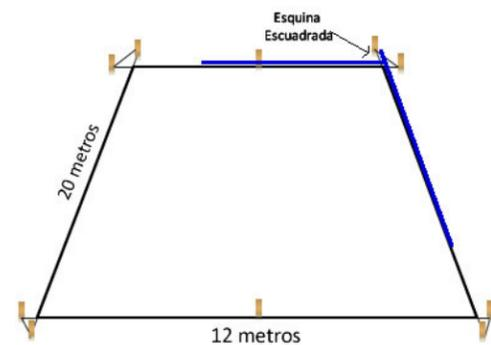

Figura 3
1.6.3 Buscar escuadra: Asegurar que cada una de las esquinas estén en escuadra en relación con la pita y las otras estacas. Utilizar una escuadra de carpintero para realizar esta actividad (ver figura 3).